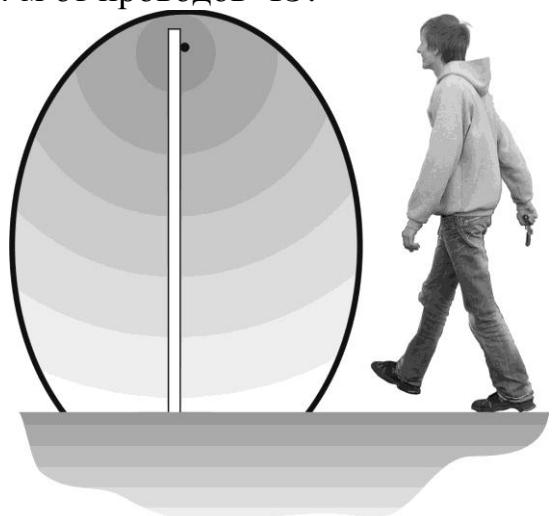

Рис. 11.1
11.3.2 Оператору у БПУ выбрать режим обучения, руководствуясь пояснениями п. 11.5 и включить выбранный режим. Для этого нажать (см. рис. 11.1) и удерживать соответствующую кнопку «Упр...» до 1-го (ДООБУЧЕНИЕ) или 2-го (ПЕРЕОБУЧЕНИЕ) включения индикатора и отпустить кнопку, дождаться, когда соответствующий выбранному флангу индикатор перестанет светиться и подать команду первому оператору на движение в направлении проводов ЧЭ.
11.3.4 Первому оператору на рубеже медленно (0,3...0,5 м/сек) подходить к осевой линии рубежа в положении «стоя» (см. рис. 11.1), при «надежном» включении индикатора без «перемарганий» второму оператору у БПУ подать команду первому оператору ОС-
11.4.4 Оператору у ЧЭ произвести пересечение рубежа в положении «стоя» с максимально возможной скоростью (рис. 11.1). При достижении осевой линии ЗО оператору у БПУ кратковременно нажать кнопку и, по истечении 1 сек, отпустить ее. Четырехкратное равномерное прерывистое свечение индикатора после отпускания кнопки означает, что порог принят, а при отсутствии указанного равномерного свечения после отпуска-